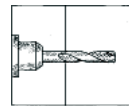

Bild 2
2. Unteres Befestigungsloch bohren und Dübel setzen, siehe Bild 2 und 3.
6. Obere Befestigungslöcher bohren und Dübel setzen, siehe Bild 2 und 3.